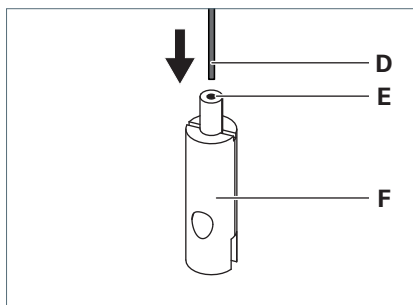

Fig. 15: Montaggio del fermacavo.
- Far passare il cavo metallico **D** attraverso la bussola di guida **E** del fermacavo **F**, vedi Fig. 15.